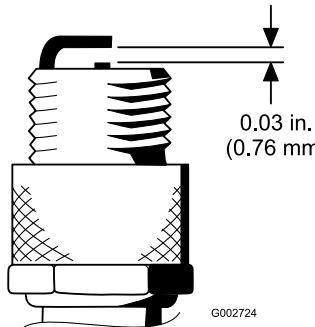

Figura 29
4. Ajuste a folga existente entre o elétrodo central e os elétrodos laterais para 0,76 mm; consulte a Figura 29. Monte a vela com a folga correta com o vedante e aperte-a com uma força de 23 N·m. Se não utilizar uma chave de aperto, aperte bem a vela.